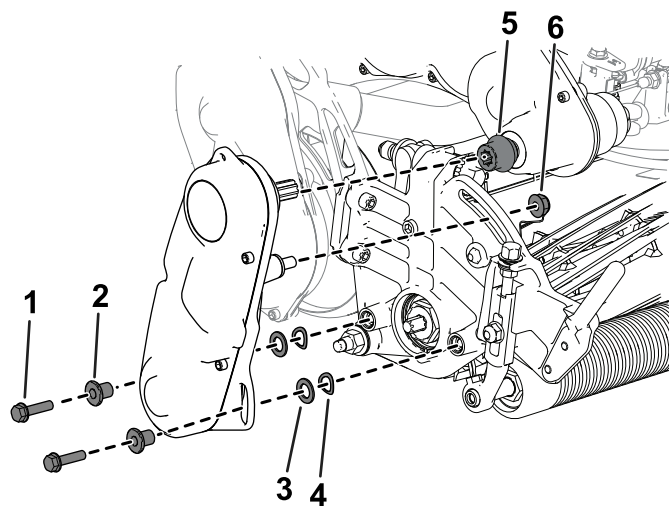

Figura 8
4. Instale el acoplamiento en el árbol de la transmisión (Figura 8).
5. Utilice los herrajes retirados anteriormente para instalar el conjunto de la transmisión del molinete en la unidad de corte (Figura 8).
6. Asegúrese de que el acoplamiento (Figura 8) se puede mover fácilmente hacia delante y hacia atrás en el árbol de la transmisión.